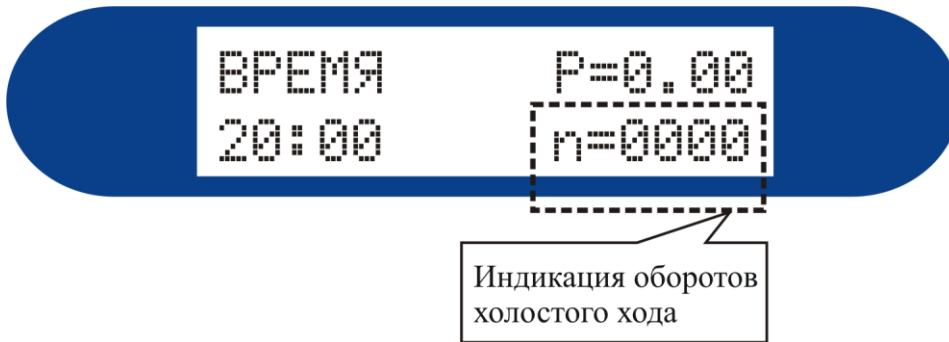

Рисунок 6
1. Нажмите кратковременно кнопку , пока не появится отображение значения оборотов двигателя «n» или «N» (рисунок 6). Для двигателей оснащенных одной катушкой зажигания (одна искра на два оборота двигателя) корректное значение оборотов в режиме «n». Для двигателей оснащенных одной катушкой зажигания на каждые два цилиндра (искрообразование в конце такта сжатия (рабочая искра) и в такте выпуска (холостая искра) – одна искра на каждый оборот двигателя) корректное значение оборотов в режиме «N».